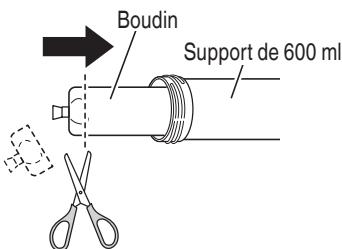

Fig. 21
(2) Placez le boudin dans le support de 600 ml et coupez la partie fermée à l'extrémité. (Fig. 21)